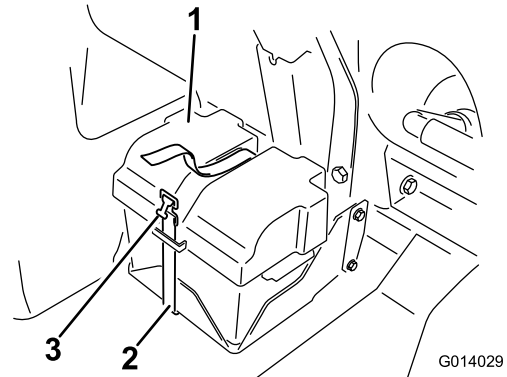

Bild 16
3. Nehmen Sie die Abdeckung der Batterie (Bild 16) ab und klemmen Sie das Minuskabel der Batterie ab.
- Befestigen Sie die Abdeckung mit dem Riemen am Batteriekasten (Bild 16).